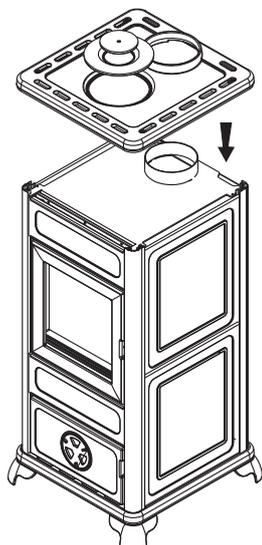

fig. 6
- riposizionare il top sulla struttura e riavvitare le 4 viti, fig. 6.